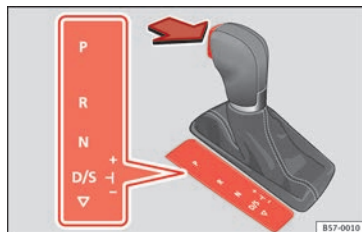

Abb. 168 Wählhebelsperre.
- Betätigen Sie das Bremspedal *und* halten Sie gleichzeitig die Sperrtaste in Pfeilrichtung gedrückt » **Abb. 168**.